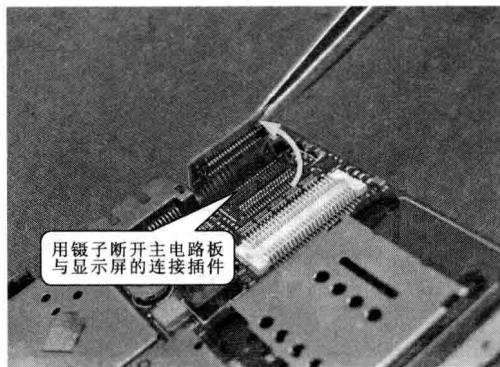

图 1-32 拆卸步骤⑫
步骤⑫ 显示屏与主电路板部分通过连接插件连接，用镊子分离主电路板与显示屏的连接插件，如图 1-32 所示。